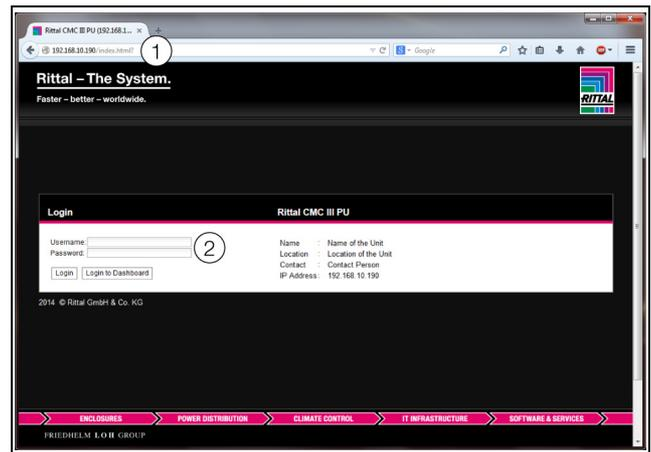

Abb. 12: Anmeldebildschirm bei einer HTTP-Verbindung
- Geben Sie im Browser die Adresse **http://192.168.0.190** ein (Abb. 12, Pos. 1). Es wird der Anmeldedialog zur Anmeldung am Gerät angezeigt.
- Melden Sie sich als Benutzer **admin** mit dem Kennwort **admin an** (Abb. 12, Pos. 2).